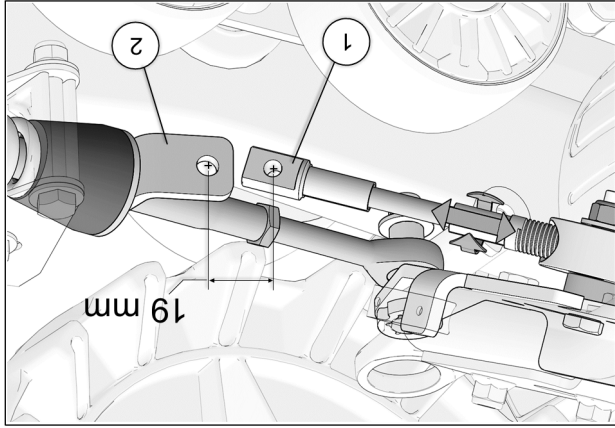

Fig. 23
14. Tourner le volant du véhicule au maximum de la course du côté gauche. En maintenant une pression au volant, ajuster le câble (en vissant ou dévissant pour ajuster la longueur). Voir la Fig. 23
15. Obtenir une distance de 19 mm [ $\frac{3}{4}$  po.] du centre de l'extrémité du câble (1) au centre de l'extrémité du support de fixation (2). Voir la Fig. 23